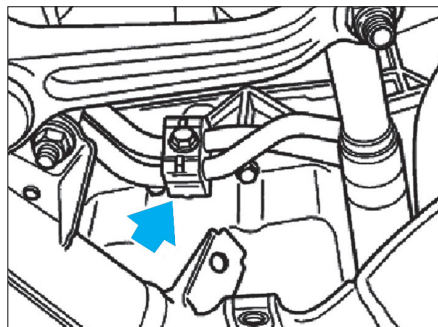

Fig. 13
- Détacher le support (flèche) des conduites d'huile sur le carter d'huile de la boîte de vitesses (Fig.13).